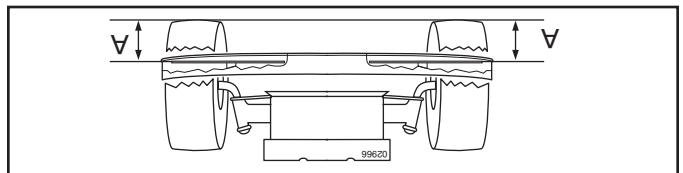

Fig. 24
- Dur côte et l'autre de la tondueuse, placez la lame de côte et mesurez la distance (A) du bord inférieur de la lame jusqu'à au sol. La distance devrait être la même des deux côtés.
- AJUSTEMENT LATÉRAL DE PRÉCISION (Voir Fig. 24) Assurez-vous que vos pneus sont adéquatement gonflés, puis stabilisez le tracteur sur un terrain de niveau ou une entree de cour.